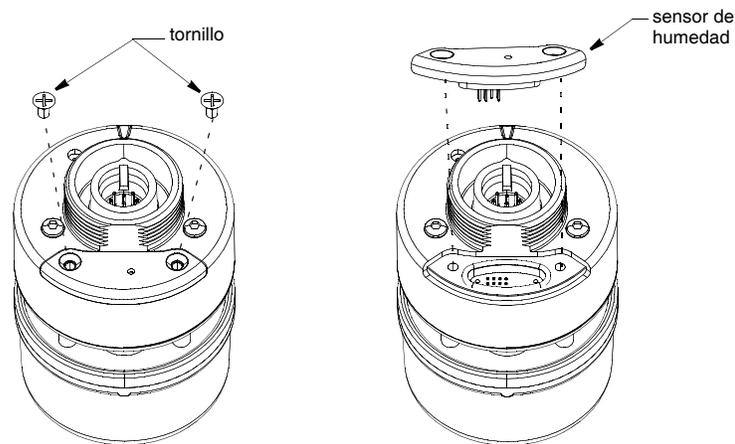

Figura 11. Sustitución sensor de humedad
1. Quite los dos tornillos del sensor de humedad (figura 11).